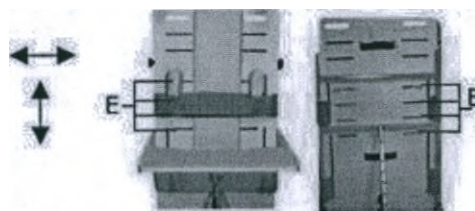

Рис. 45
Для этого вставьте резьбовые шпильки, расположенные в торце боковых ограничителей, в пазы ложка на необходимую высоту и ширину. Зафиксируйте выбранное положение боковых ограничителей крепежными элементами (рис.45)
6) Регулировка положения боковых ограничителей (рис.45)